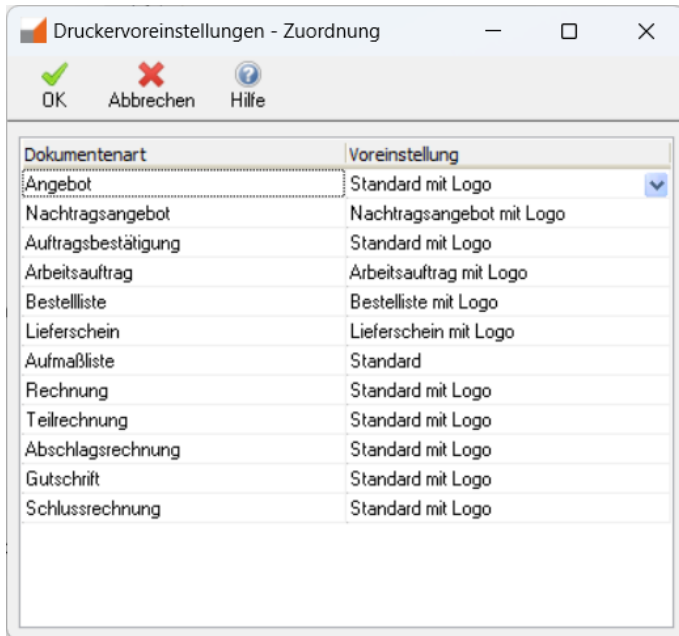

Abbildung 3.1.5: Optionen-Dialog Zweig Dokumente > Druckervoreinstellungen (Zuordnung)
3. Anschließend kannst du jedem Dokumententyp die gewünschte Druckeinstellung zuordnen (siehe Abbildung 3.1.5).